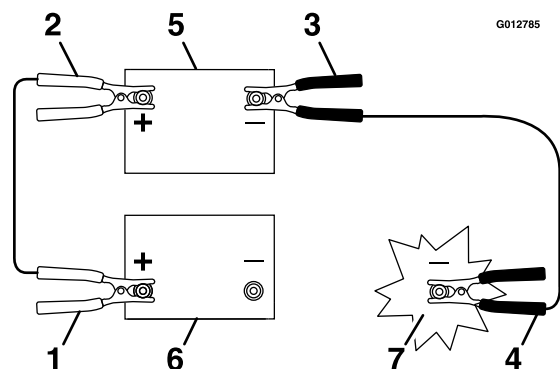

図 49
- 図 49 のように、救援される車両のバッテリースタータまたはスタータソレノイドに接続されているプラス+端子に、プラス+ケーブルを接続する。